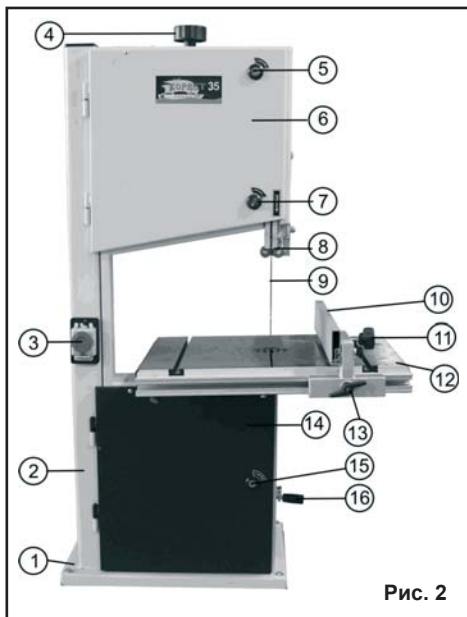

Рис. 2
8.1.2. При установке пилы на верстаке (для обеспечения устойчивости) пила должна быть надежно прикреплена к верстаку через специальные отверстия в нижней части основания (1), Рис.2. Для этой цели необходимо установить болтовые соединения. Обязательно используйте при креплении плоскую и пружинную шайбы на каждый болт (не комплектуется).
- Переносите пилу при помощи подъемных механизмов и приспособлений, учитывая массу пилы (см. Табл.1) и только за основание (1), Рис.2.
10.3. Установка маховика натяжения пильной ленты (Рис. 2)
10.3.1. Маховик (4), входящий в комплектность пилы, Рис. 1, установите, как показано на Рис. 2.
10.4. Установка ручки маховика натяжения ремня (Рис. 2)
10.4.1. Ручку (Ж), Рис. 1, установите в маховик (16), как показано на Рис. 2.
11.1.1. В связи с выполнением ряда работ, возникает периодическая необходимость установки рабочего стола (12) под прямым углом к пильной ленте (9), Рис. 2. На данной пиле предусмотрено такое фиксированное положение.
11.3.3. Поверните маховики замков (5, 7, 15) против часовой стрелки, откройте верхний и нижний кожухи (6 и 14), Рис. 2.